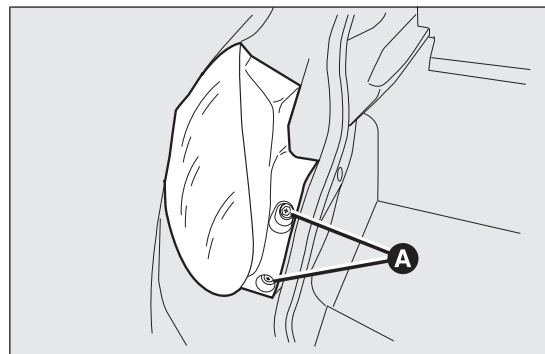

fig. 165
- ☐ aprire il bagagliaio, quindi svitare le due viti A fig. 165 di fissaggio del gruppo ottico posteriore;